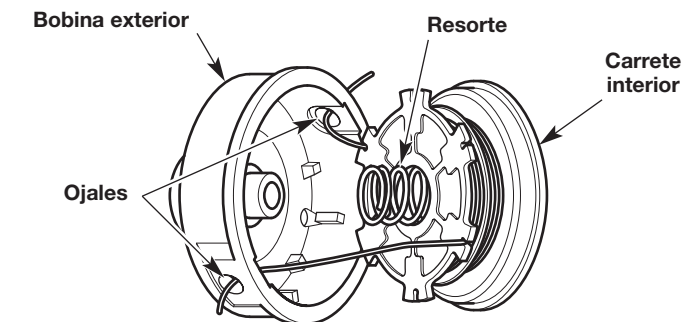

Fig. 23
1. Pase los extremos de los hilos a través de los ojales de la bobina exterior (Fig. 23).
2. Coloque el resorte dentro del carrete interior (Fig. 23).
3. Inserte el carrete interior dentro de la bobina exterior (Fig. 23). Oprima el carrete interior y la bobina exterior uno contra otro.